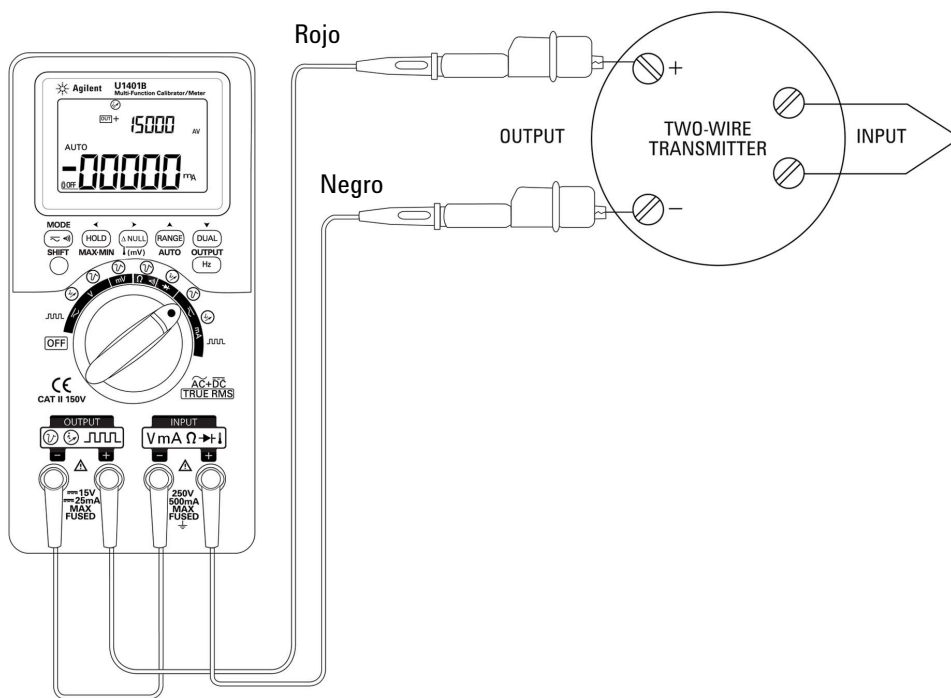

Figura 5-16 Comprobación del transmisor de dos cables
- 2 conecte el cable de conexión rojo entre la terminal de salida positiva del instrumento y la terminal de salida positiva del transmisor de dos cables. Consulte la Figura 5-16 en la página 114.